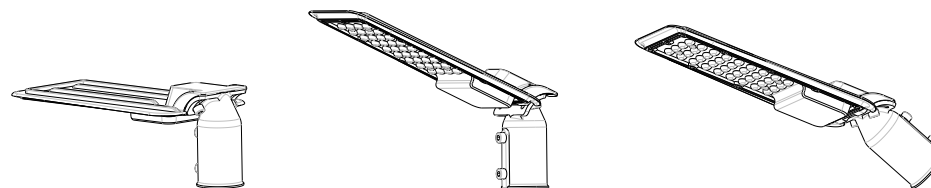

Рисунок 1. Внешний вид светильника серии ДКУ71
1.2 Светильники серии ДКУ71 рекомендуются устанавливать на стандартных Г-образных кронштейнах световых опор или регулируемых настенных кронштейнах под углом 10...20° к горизонту. Кроме того, благодаря наличию универсального регулируемого монтажного узла для крепления к разнообразным кронштейнам, светильник может быть установлен и на вертикальных столбах освещения (рис.1).
Светильник светодиодный энергосберегающий серии ДКУ71 (рис.1) состоит из корпуса, светорассеивателя, модуля светодиодов и электронного блока питания. Принцип работы светильника основан на свойстве светодиода излучать видимый свет при прохождении через него электрического тока.